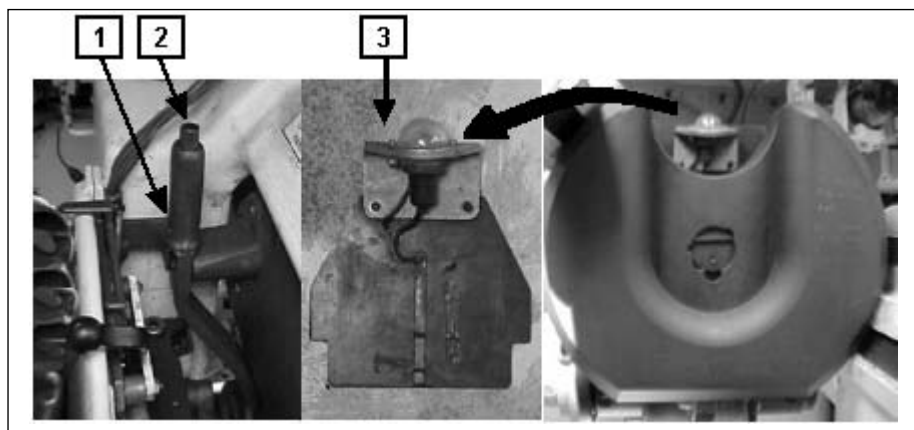

Fig 4-45. Dispositivo para teste do sistema elétrico
- (1) Preparação do Can (Fig 4-45).
- (d) empunhar a alavanca de manejo(1) e pressionar a trava da alavanca de manejo(2). Abrir a cunha pela metade e assegurar que a câmara esteja vazia. Se a câmara não estiver vazia, verificar os procedimentos de emergência.
- (2) Com a cunha aberta pela metade, inserir o dispositivo para teste do circuito de disparo(3) na abertura entre a face posterior do tubo e a face anterior da cunha, subir a cunha com cuidado.
- (3) Verificar se a lâmpada de teste acende momentaneamente ou permanece acesa, quando as seguintes chaves ou alavancas são ativadas:
- (b) chave do Can (ON) na caixa de controle de fogo;